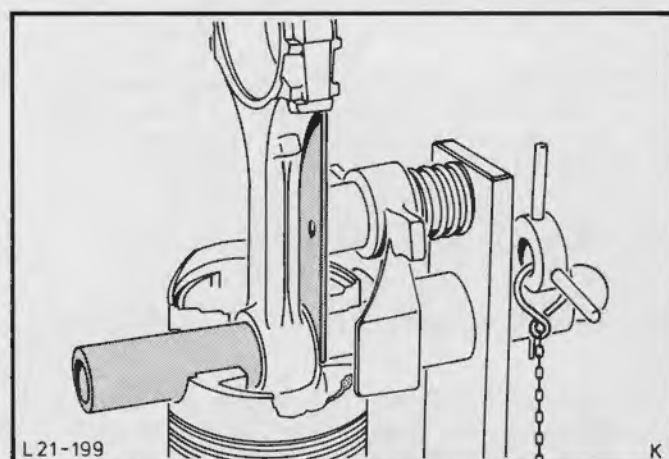

Fig.146. Plejlstangen anbragt på værktøjet
8. Når den ønskede temperatur er nået, føres plejlstangen hurtigst muligt ind i stemplet, så den ligger an mod mellemladen i monteringsværktøjet, Fig.146.